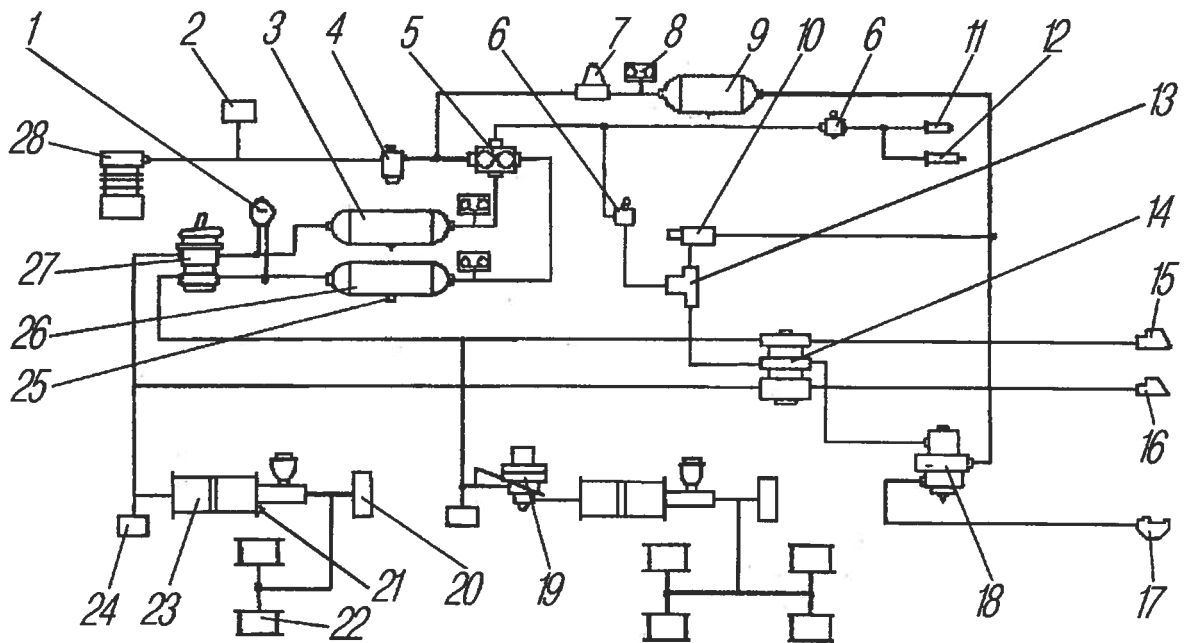
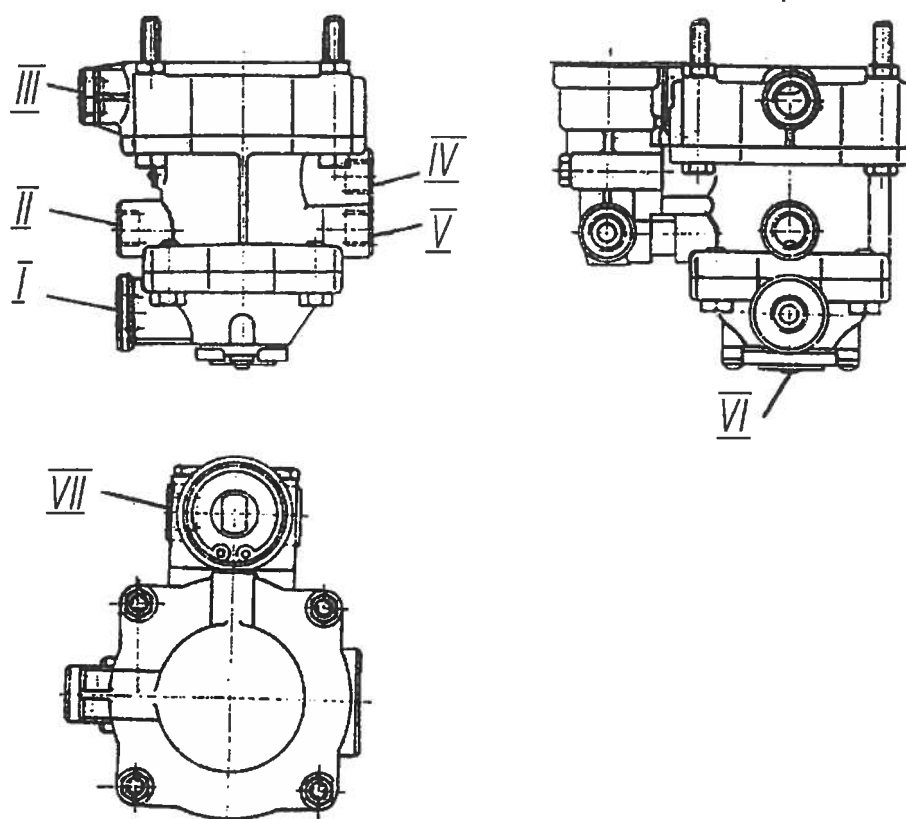

Рис. 64. Схема привода рабочих тормозов и комбинированного привода тормозов прицепа:
Рис. 72. Клапан управления тормозами прицепа с двухпроводным приводом и с клапаном обрыва:
Привод обеспечивает возможность присоединения тормозных систем прицепных автотранспортных средств, имеющих однопроводный или двухпроводный тормозные приводы. Принципиальная схема привода тормозов показана на рис. 64.
Для затормаживания автомобиля с прицепом на стоянке рычаг стояночного тормоза установить в верхнее фиксированное положение: при этом кран управления 10 выпускает сжатый воздух из входа II (см.рис. 72) клапана 14 (см.рис. 64) и приводит в действие тормозные механизмы прицепа.
**Клапан управления тормозами прицепа с двухпроводным приводом и с клапаном обрыва** (рис. 72) предназначен для управления двухпроводным приводом тормозов прицепа. В случае повреждения или обрыва управляющей магистрали прицепа обеспечивает падение давления в питающей магистрали, что приводит к автоматическому торможению прицепа.